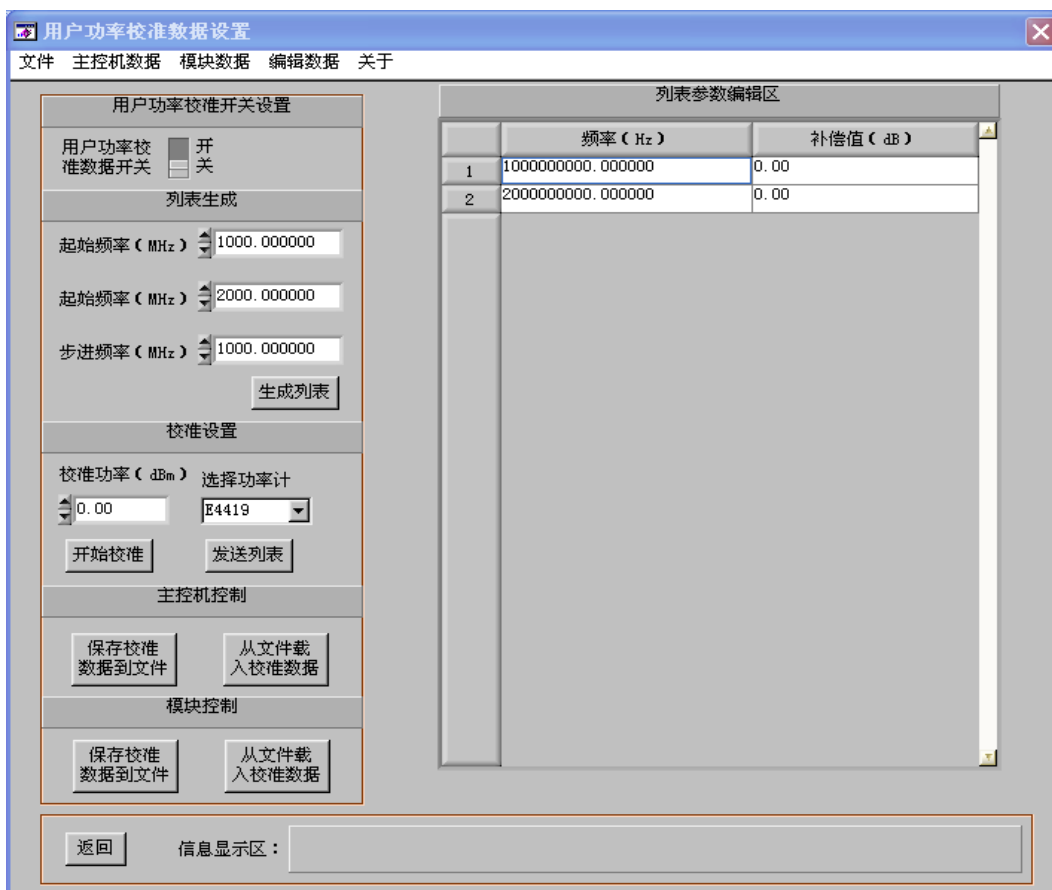

图 4.2 用户功率校准面板
- 在外控计算机上执行虚拟面板程序，点击虚拟按键进入用户功率平坦度校准界面，如图 4.2。